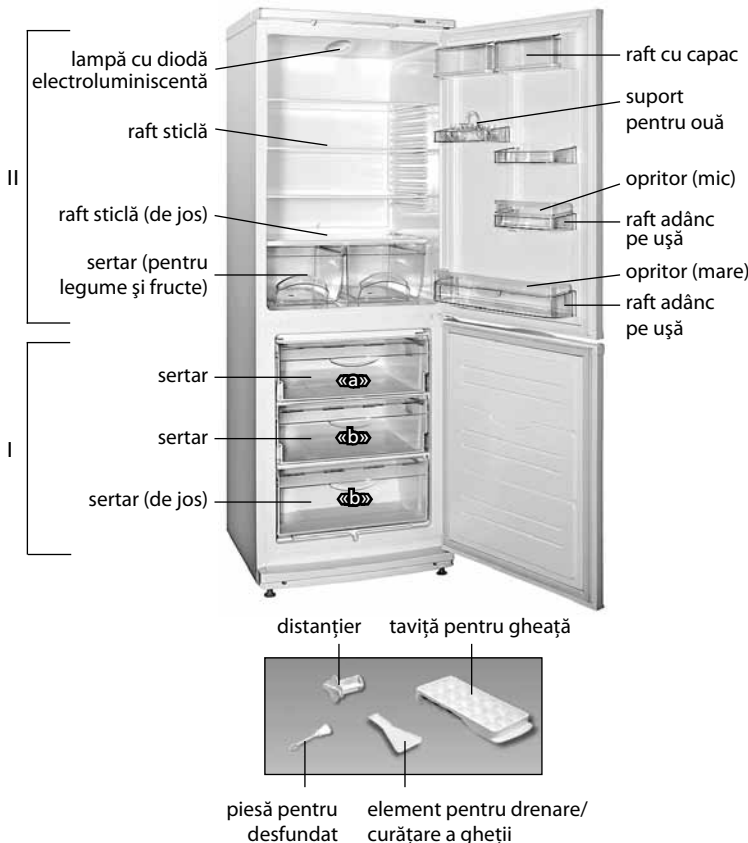

Figura 1 – Frigider și piese componente
**1.1** Frigiderul este destinat pentru congelarea și păstrarea de lungă durată a alimentelor congelate, prepararea gheții alimentare în CC, pentru refrigerarea și păstrarea pe termen scurt a produselor alimentare, băuturilor, fructelor și legumelor în CF în conformitate cu figura 1.
**1.3** Pentru iluminarea în frigider este folosită o lampă cu diodă electroluminiscentă, în conformitate în figura 1.